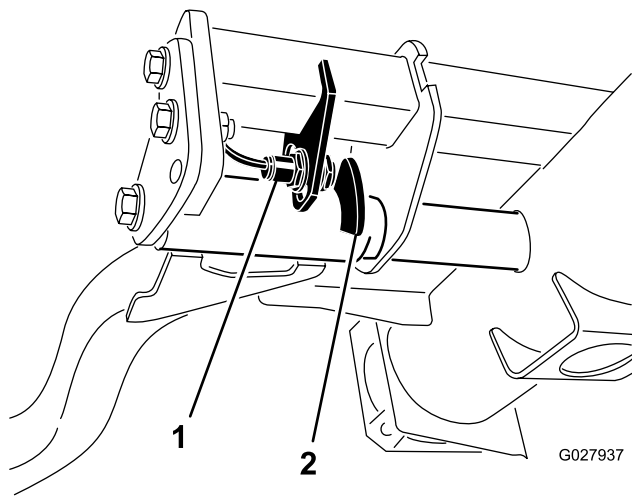

Figura 66
2. El interruptor del brazo de elevación está situado debajo del depósito de aceite hidráulico y detrás del brazo de elevación delantero derecho (Figura 66).
3. Afloje los tornillos de montaje del interruptor y desplace el interruptor hacia abajo para aumentar la altura de giro del brazo de elevación, o hacia arriba para reducir la altura de giro del brazo de elevación (Figura 66).